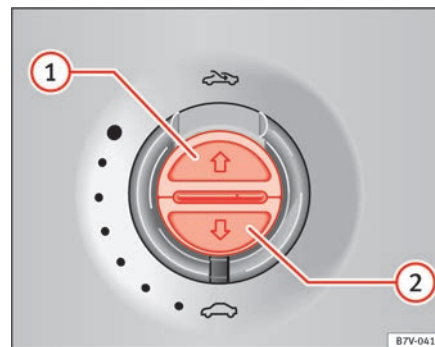

Abb. 60 Im Dachhimmel: Tasten für Sonnenschutzrollo.
Ganz öffnen (Automatiklauf):	Taste ⇒ Abb. 60 ① kurz drücken.
Automatiklauf stoppen:	Taste ⇒ Abb. 60 ① oder Taste ⇒ Abb. 60 ② kurz drücken.
Zwischenposition einstellen:	Taste ⇒ Abb. 60 ① bzw. Taste ⇒ Abb. 60 ② gedrückt halten, bis Position erreicht ist.
Ganz schließen (Automatiklauf):	Taste ⇒ Abb. 60 ② kurz drücken.
- *Sonnenschutzrollo*: Innerhalb von etwa 5 Sekunden nach dem Auslösen der Kraftbegrenzung die Taste ⇒ Abb. 60 so lange drücken, bis das Sonnenschutzrollo vollständig geschlossen ist.